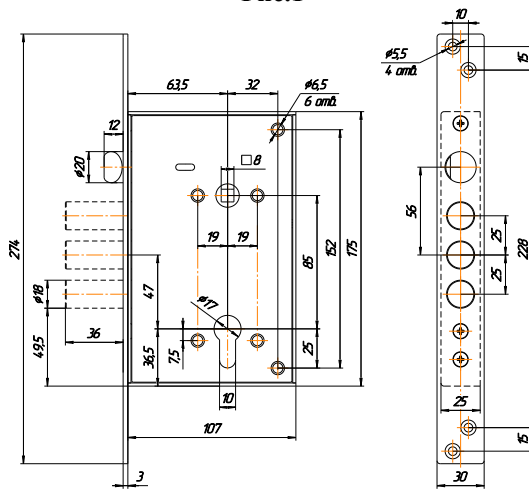

Рис.2
4.1. Произвести разметку двери согласно рис.2. Выполнить на торце полотна двери гнездо для корпуса замка, а также отверстия для крепежа замка. Выполнить на полотне двери отверстия для цилиндрического механизма, для стержня ручек фалевых и крепежа, а в дверной коробке отверстия под пальцы засова и защелку.